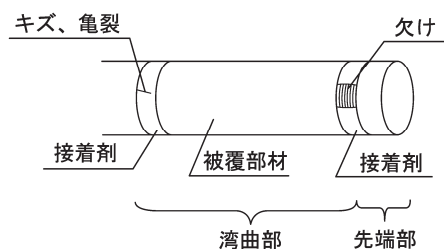

図 1
- 湾曲部の被覆部材の両端の接着剤にキズ、欠け、亀裂などがいないことを確認すること。湾曲部の被覆部材は両端の外周を糸で巻き、その上から接着剤を塗布することによって固定されている。そのため、接着剤が欠けると糸が露出する。異常がある状態で使用すると、体腔内を傷付けたり、接着剤や糸が脱落するおそれがある（図 1 参照）。